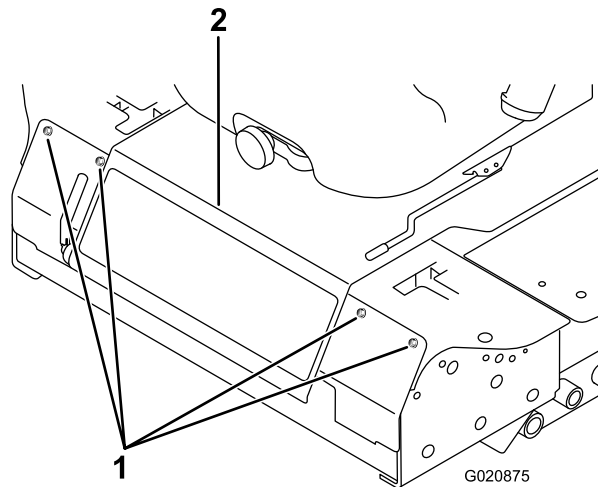

図 56
2. 前パネルを止めているボルトを外して前パネルを外す (図 56)。